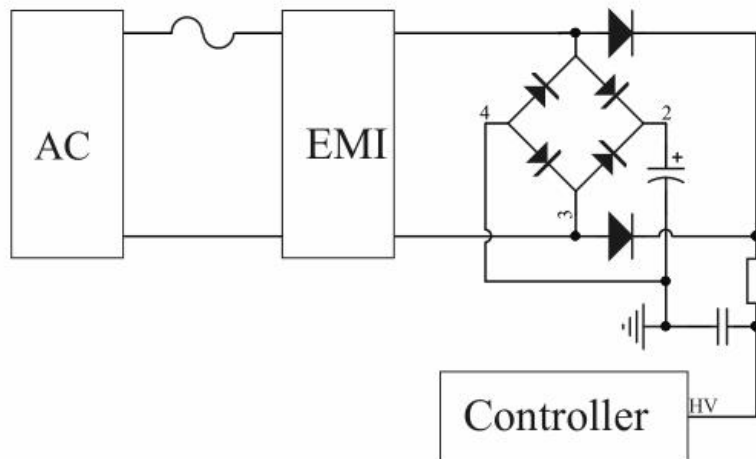

图 1：高压启动电路
DK065GF 包含多功能高压 (HV) 引脚。为达到快速启动，内部集成了高压启动电路，可以快速启动电源同时能够有效降低待机功耗，如图 1 所示，能够快速准确监测输入电压，在输入掉电